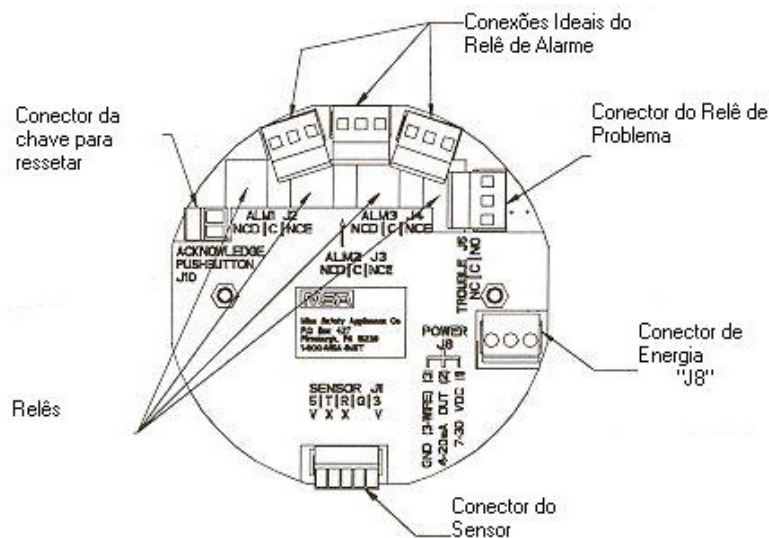

Figura A-6. Placa do Circuito Impresso do Relê
- a. Direcione um cabo de dois condutores para o bloco de terminais J10 (Figura A-6).